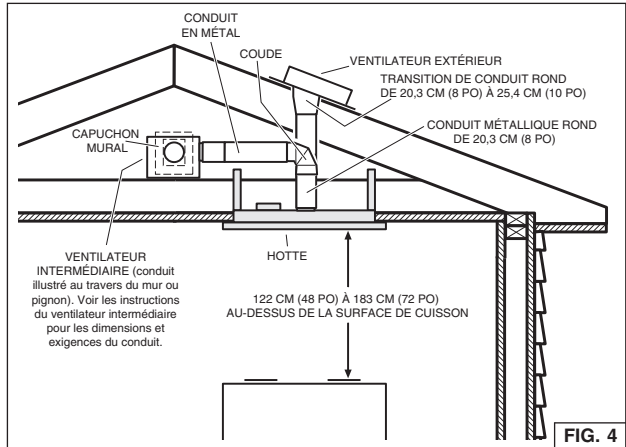

FIG. 4
3. Dans les 3 secondes, appuyez sur **f** (P2) sur le panneau de commande de la hotte. (Fig. 4)
1. Choisissez l'emplacement de la hotte, du ventilateur extérieur ou intermédiaire et de tout capuchon mural ou de toit, et décidez de l'emplacement des conduits. Consultez la Fig. 4 et les instructions du ventilateur extérieur ou intermédiaire pour obtenir des suggestions.
La hotte doit être centrée au-dessus de la surface de cuisson. Assurez-vous d'un espace adéquat dans la structure du plafond pour l'installation de la hotte et des conduits. Pour mieux capter les vapeurs de cuisson, la hotte doit être 122 cm (48 po) à 183 cm (72 po) au-dessus de la cuisinière. (Fig. 4)